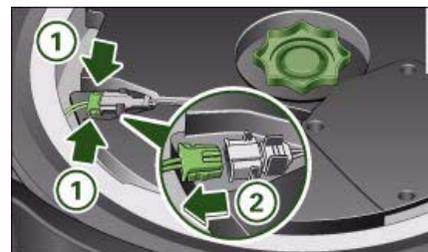

Fig. 224 Hueco par la rueda de repuesto: Bafle de graves
- Comprima las pestañas ⇒ fig. 224 ① del conector.
- Extraiga el conector ② y deposite el cable extraído a un lado.